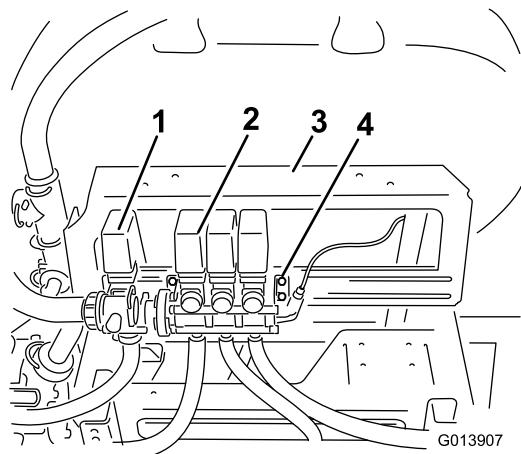

Figura 3
- Allentate, senza rimuoverli, i bulloni che fissano il gruppo valvola della barra alla staffa di montaggio (Figura 3).